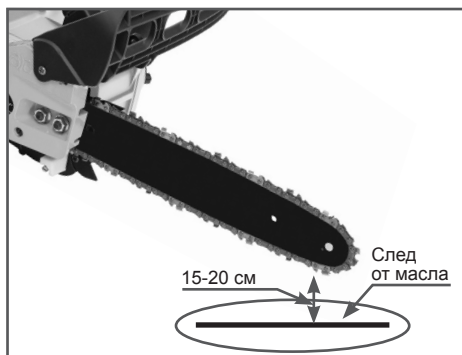

Рис. 8 Проверка подачи масла на цепь
2. Нажмите на курок газа и дайте двигателю поработать примерно 10-15 секунд на средних оборотах. Под шиной должен остаться четкий след от масла (Рис. 8).